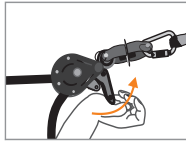

Fig 5
Montera ned livlinan genom att dra i kampsaken (4) (Bild 5). Lossa hela anordningen och packa ned den i dess ursprungliga väska. Låt inte livlinan sitta kvar efter en arbetsinsats. Den får monteras för högst en dags arbete.